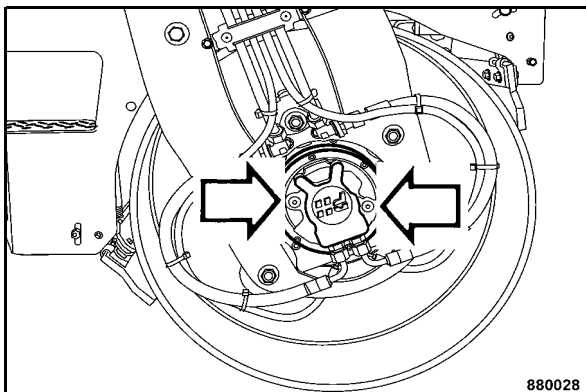

Fig. 108
- Visser à nouveau les deux obturateurs (Fig. 108) et les serrer à un couple de 20 Nm.